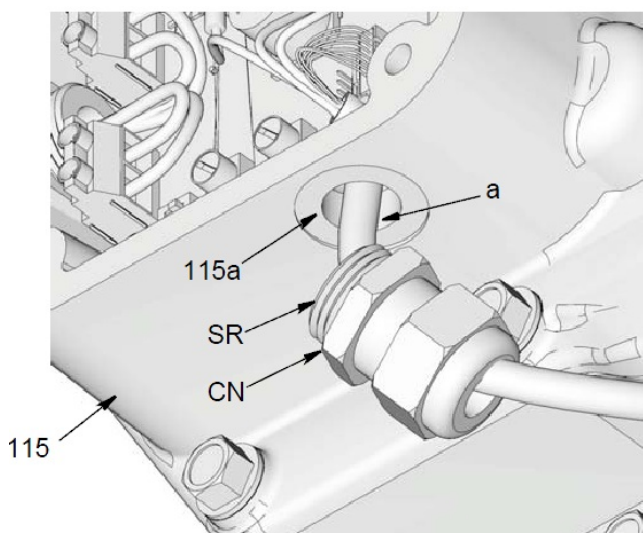

Рис. 51
4. Пусть жгут проводов (а) мотора проходит через сливное отверстие (115а) в корпус (115) (рис. 51). Ввинтите корпус сливной части (SR) в отверстие (115а). Затяните до достижения момента 3,5 фунт-футов (4,7 Н.м). Затяните гайку штуцера до достижения момента 2,0 фунт-футов (2,7 Н.м).